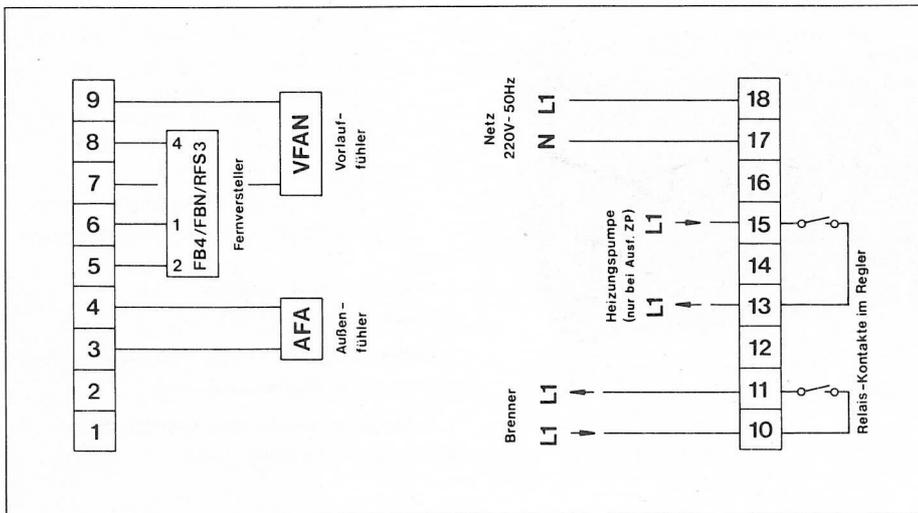

Bild 5 Anschlußschema zu 2.1.2, 2.1.3 und 2.2.1
2.1.2 Witterungsabhängige Vorlauf-temperaturregelung mit Fernbedienung FB4 (Bild 5)
2.1.3 Witterungsabhängige Vorlauf-temperaturregelung mit Fernbedienung FBN zur raumgeführten Absenkung (Bild 5)
2.2.1 Raumtemperaturregelung mit Raumfühler RFS3 und Erfassung der Außentemperatur durch den Außenfühler AFA. (Bild 5)